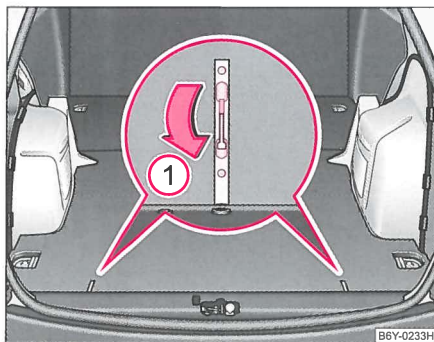

Fig. 190 Frigivelse af bunden
- Først frigives ladebunden ved at vippe håndtaget til position **1** ⇒ fig. 190.